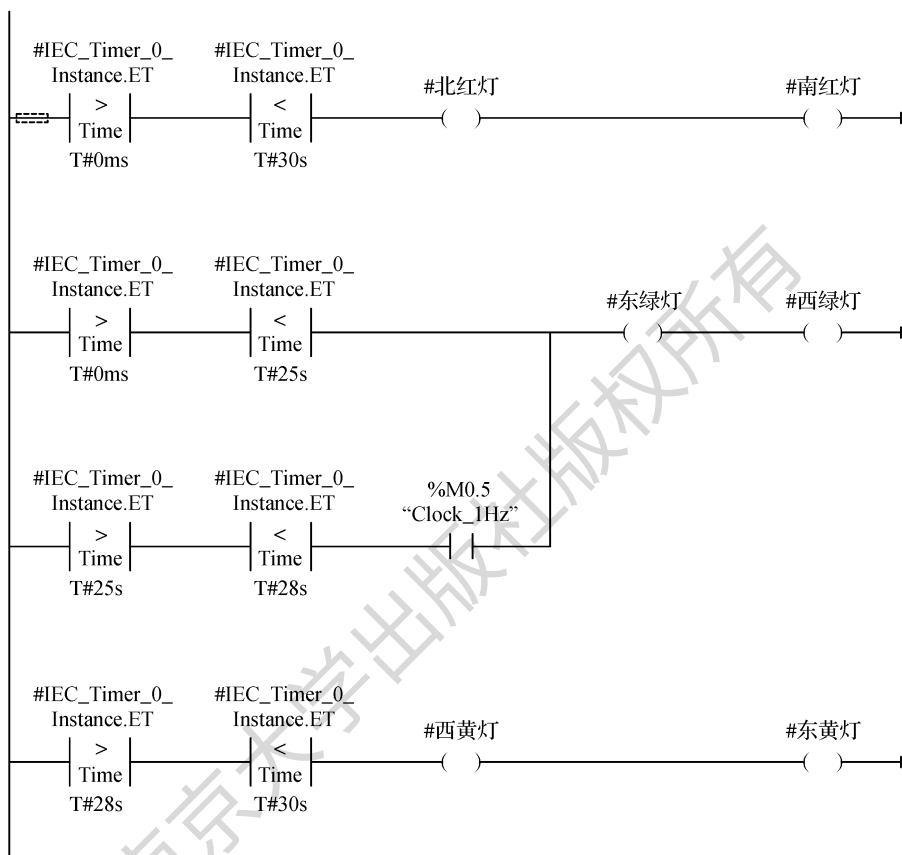

图 2-7 程序段 2
(2) 程序段 2:设置前 30 s 交通灯的控制要求,当按下启动按钮,信号灯开始工作,在 0—30 s 南北红灯常亮,0—25 s 东西绿灯常亮,25—28 s 东西绿灯以 1 Hz 频率闪烁,28—30 s 东西黄灯常亮,如图 2-7 所示。